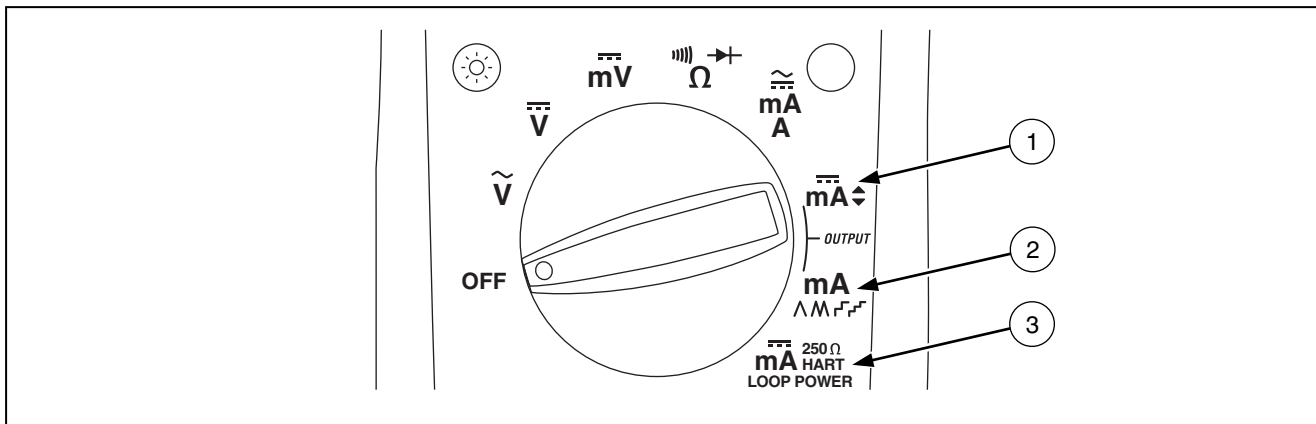

Figur 3. Stillinger for funksjonsdreiebryter for målinger
- Figur 3 og tabell 3 beskriver inngangsfunksjonene til de første seks stillingene til dreiefunksjonsbryteren.